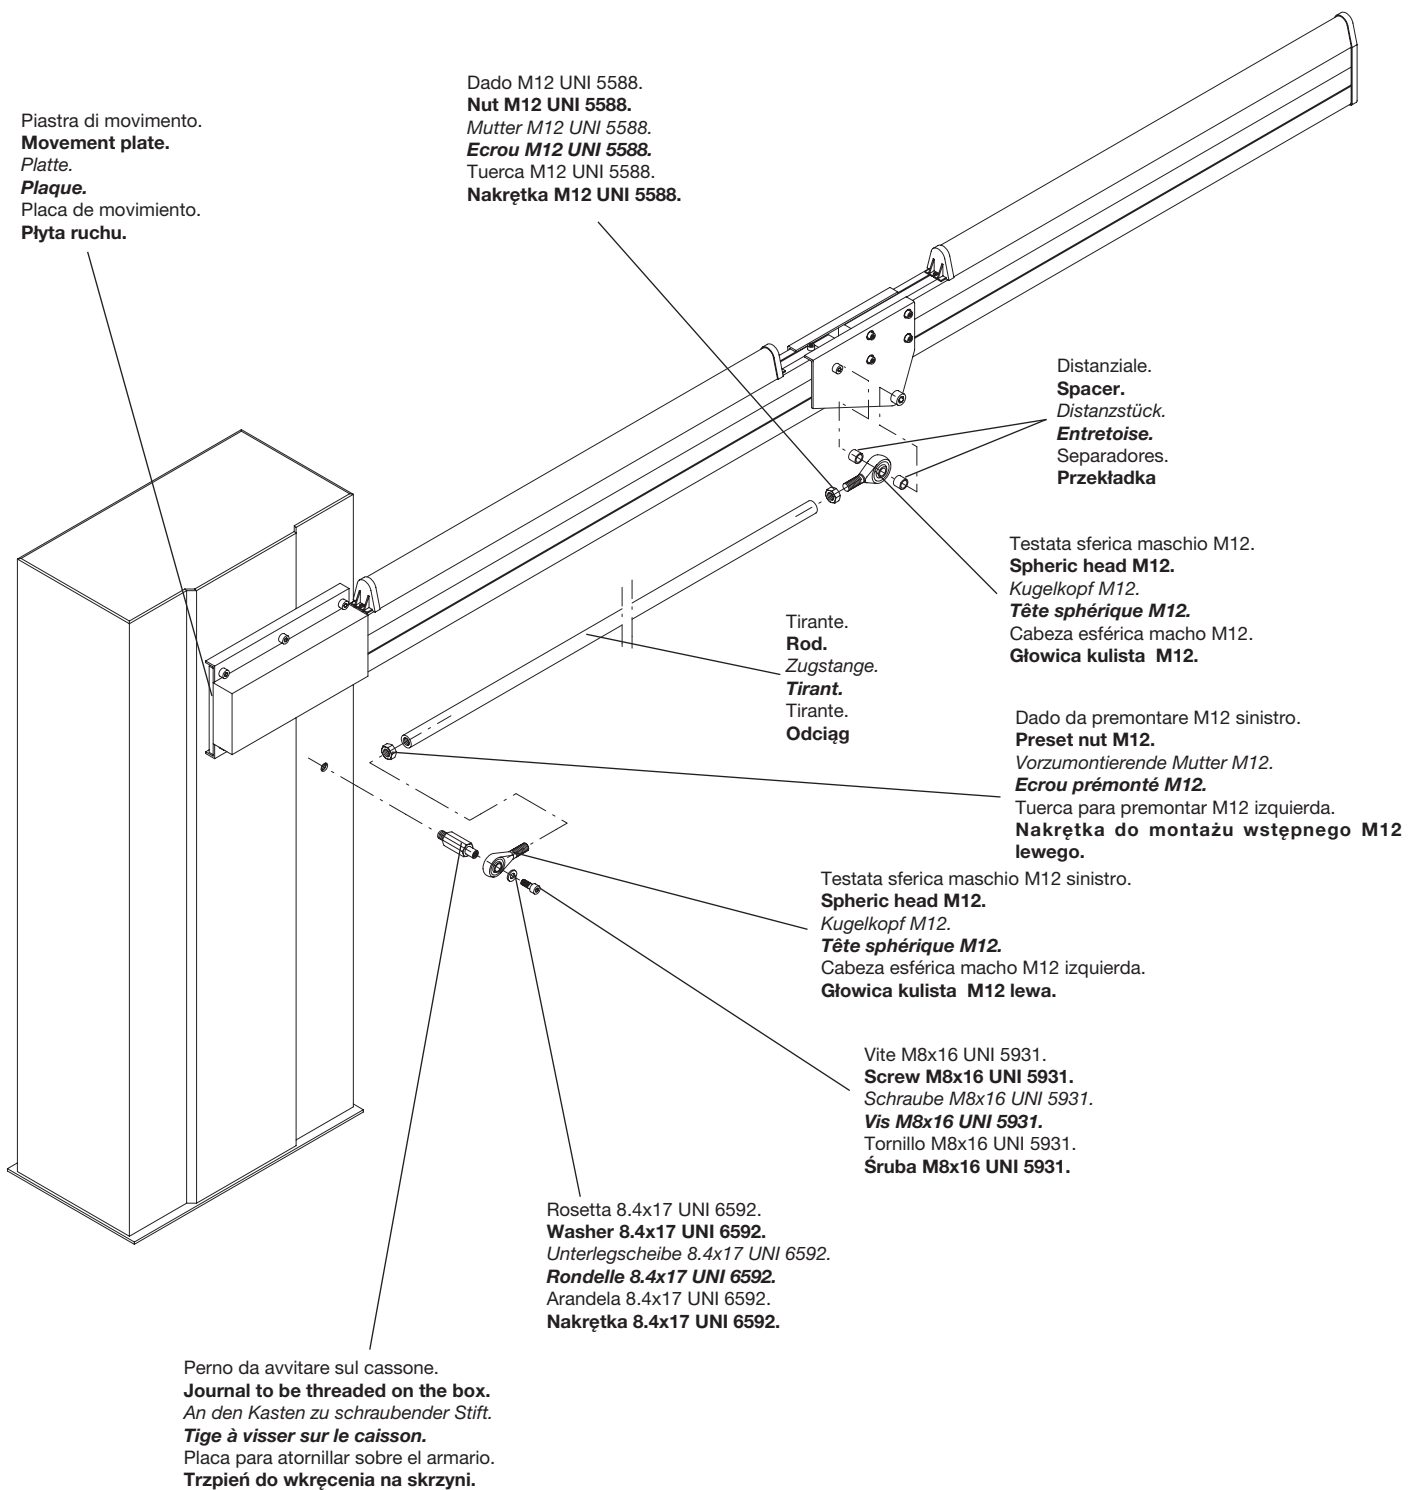

Fig.4
- Kugelköpfe an der Zugstange anbringen, nachdem dort die Muttern vormontiert worden sind (Bild 4).
- Gewindestift an den Kasten schrauben (Bild 4), Kugelkopf einfügen und Schraube anziehen.
- Profil L1 an der Bewegungsplatte befestigen, wie in Absatz 4 beschrieben (siehe auch Bild 4).
- Zugstange befestigen und Distanzstücke zwischen beiden Platten mit Schraube M12 befestigen (Bild 4).
- Stift Ø 12 im Halter mit den beiden Schrauben M8 befestigen (Bild 4).
- Monter les têtes sphériques sur le tirant (après que vous ayez préalablement monté les écrous) Fig. 4.
- Visser la tige fileté sur le caisson (Fig. 4), puis insérer la tête sphérique et serrer la vis.
- Fixer le profil L1 à la plaque de mouvement comme indiqué dans le paragraphe 4 (voir aussi Fig. 4).
- Fixer le tirant, en interposant les entretoises entre les deux plaques avec la vis M12 (fig. 4).
- Montar las cabezas esféricas sobre el tirante (después de haber montado las tuercas) fig. 4.
- Atornillar el perno roscado sobre el armario (fig. 4), insertarle la cabeza esférica y apretar el tornillo.
- Fijar el perfil L1 a la placa de movimiento como en el apartado 4.1 (véase también la fig. 4).
- Fijar el tirante, interponiendo los separadores entre las placas con el tornillo M12 (fig. 4).
- Zamontować głowice kuliste na odciągu (po wcześniejszym wstępnym zamocowaniu nakrętki) Rys. 4.
- Wkręcić trzpień gwintowany do skrzyni (Rys. 4), wprowadzić głowicę kulistą i dokręcić śrubę.
- Przymocować listwę L1 do płyty ruchomej tak, jak podano w paragrafie 4 (zobacz także Rys. 4).
- Zamocować odciąg, zakładając przekładki między dwiema płytami ze śrubami M12 (Rys. 4).